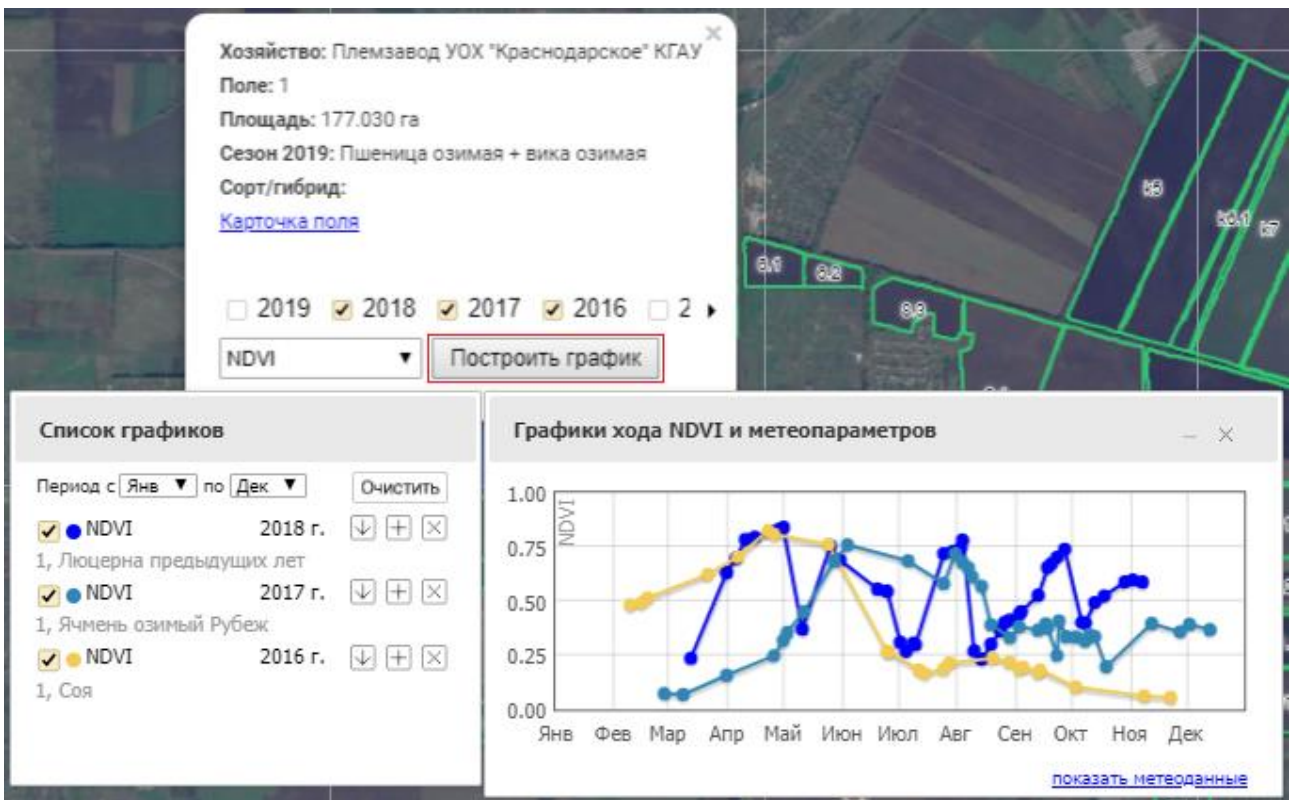

Рисунок 8.9 – Графики хода NDVI и метеопараметров
4. Поставьте галочку на разные года и нажмите **Построить график** (рисунок 8.9).